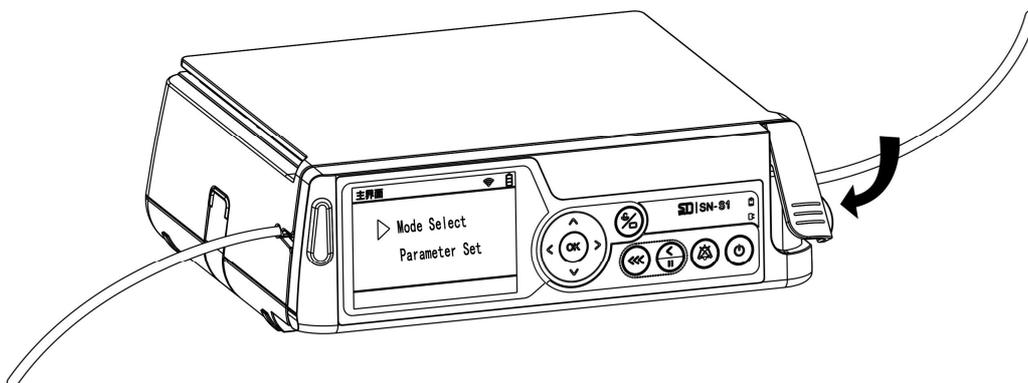

Fig. 4-4 Instalação de infusão Conjunto 3
- 3) Por último, feche a porta da bomba (ver Fig. 4-4 Instalação de Sistema de perfusão 3). A direção do fluxo da infusão se segue na direção da seta indicada na bomba.